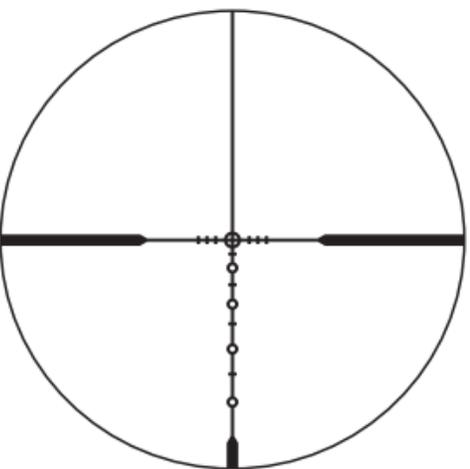

Fig. 3
(1) Mise au point
- 1 Regardez dans l'oculaire, l'œil placé à 10 cm environ (4 pouces) de l'oculaire, pour voir le réticule BDC SuperSub (Fig. 3). Assurez-vous que votre œil est correctement aligné et positionné à la bonne distance, afin d'éviter que votre vue ne soit « bouchée ».